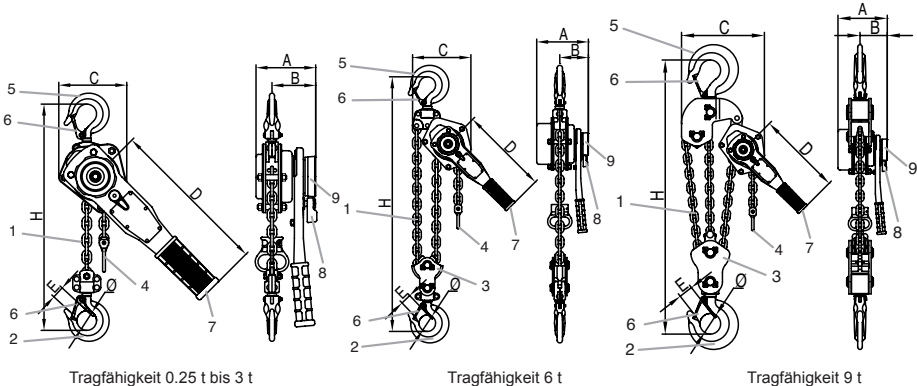

Abb. 1
Der bravo™ Hebelzug wird mit einer Lastkette (Pos. 1, Abb. 1) für eine Standardhubhöhe von 1.5 Metern geliefert. Die Lastkette der Modelle 0.5 t bis 3 t besteht aus einem einzigen Kettenstrang mit einem Lasthaken am Ende (Pos. 2, Abb. 1). Die Lastkette des Modells 6 t besteht aus 2 Kettensträngen und einer Lasthakenflasche (Pos. 3, Abb. 1).
Das freie Kettenende ist mit einer Auslaufsicherung ausgestattet (Pos. 4, Abb. 1).
1. Überprüfen, daß der bravo™ Hebelzug korrekt am Gerätehaken (Pos. 5, Abb. 1) angeschlagen und die Sicherungsklappe des Gerätehakens (Pos. 6, Abb. 1) geschlossen ist (siehe Abb. 2 und 3).
Der bravo™ Hebelzug wird durch einen Handhebel (Pos. 7, Abb. 1) betrieben, der vom Bediener zum Heben oder Senken einer Last hin- und herbewegt wird. Alternativ kann der Hebelzug auch zum Ziehen einer Last oder zum Spannen verwendet werden.
2. Schalthebel (Pos. 8, Abb. 1) in Position „0“ bringen.
3. Bei unbelastetem Gerät zum Öffnen der Bremse das Handrad (Pos. 9, Abb. 1) gegen den Uhrzeigersinn nach links drehen; die Kette ist freigeschaltet.